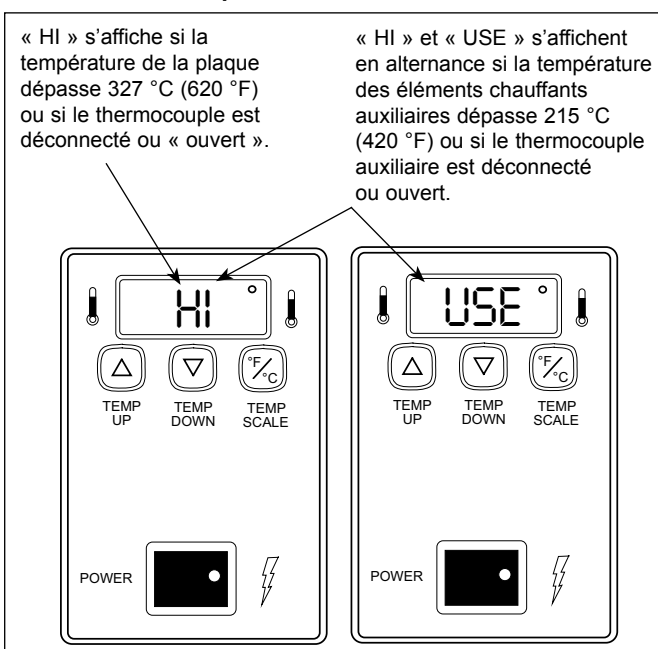

Figure 6. Message d'erreur « HI »
- Si la température de la plaque dépasse 327 °C (620 °F), l'affichage indique « HI » et le circuit de chauffe se désactive (Figure 6). Une fois que le grille-pain a refroidi, mettez l'appareil hors tension, puis remettez-le sous tension pour redémarrer. Si cette erreur se présente à nouveau, contactez votre centre de réparation agréé.
- Si la température des éléments chauffants auxiliaires dépasse 215 °C (420 °F), l'affichage alterne entre « HI » et « USE » (Figure 6). Une fois que le grille-pain a refroidi, mettez l'appareil hors tension, puis remettez-le sous tension pour redémarrer. Si cette erreur se présente à nouveau, contactez votre centre de réparation agréé.